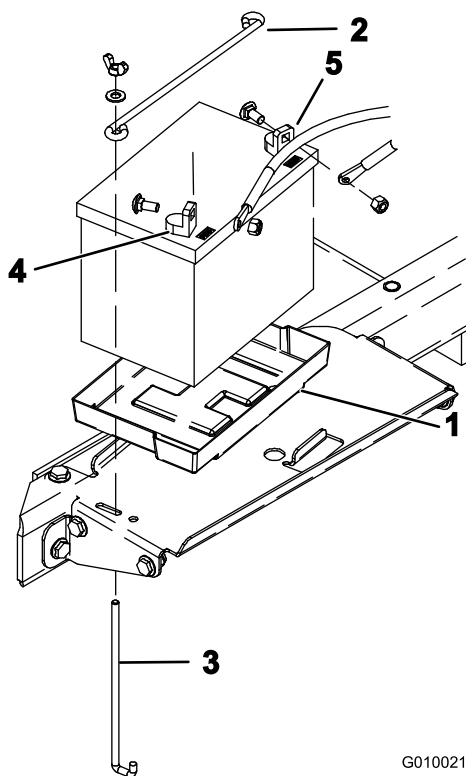

Figure 6
8. Insérez la batterie dans le support de son compartiment (Figure 6) en veillant à tourner les bornes vers l'extérieur.
9. Fixez la batterie au fond de son compartiment avec une tige horizontale et 2 tiges verticales, 2 rondelles plates et 2 écrous à oreilles (Figure 6).
10. Commencez par fixer le câble positif (rouge) à la borne positive (+) de la batterie avec un boulon et un écrou (Figure 6). Fixez ensuite le câble négatif (noir) à la borne négative (-) de la même manière (Figure 6). Placez le capuchon protecteur sur la borne positive pour éviter les courts-circuits.